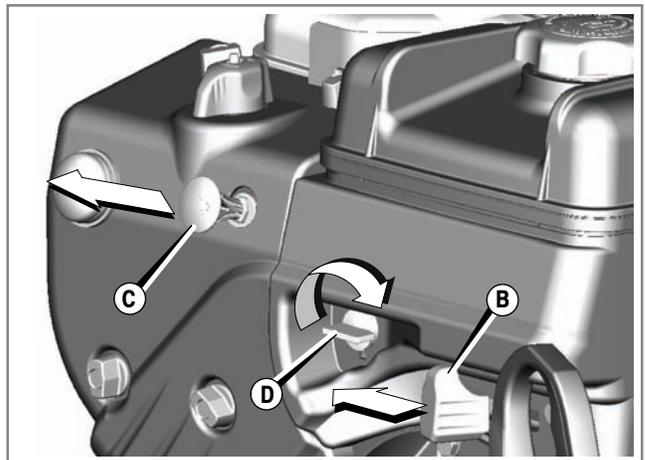

Figure 10
Mettre le levier de commande d'accélérateur (**B**), si l'appareil en est équipé, sur la position SLOW puis sur la position STOP (Figure 10).
2. Enlever la clé de sécurité (**C**, Figure 10). La maintenir hors de portée des enfants.